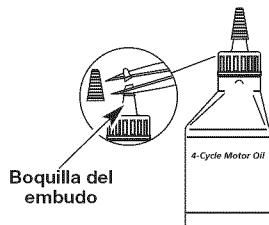

Fig. 4
Su unidad trae una botella de aceite SAE 30 SF, SG, SH de 90 ml (3,04 onzas fluidas) (Fig. 4).
1. Desensrosque la tapa de la botella de aceite y retire el sello de papel que cubre la apertura. Vuelva a colocar la tapa. Corte la punta de la boquilla del embudo (Fig. 4).